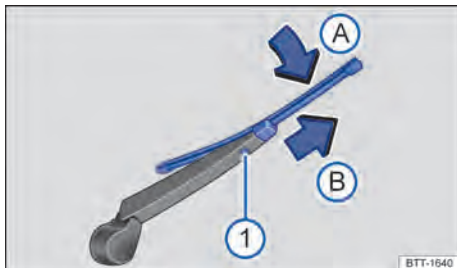

Fig. 167 Na parte traseira do veículo: substituir a palheta do limpador do vidro traseiro.
❶ botão de destravamento
3. Manter o botão de destravamento pressionado → Fig. 167 ❶.
4. Incliná-la na direção do braço dos limpadores dos vidros → Fig. 167 A e, ao mesmo tempo, retirar no sentido da seta B. Para isso, poderá ser necessário um esforço maior.
5. Introduzir a nova palheta do limpador do vidro traseiro de mesmo tamanho e versão no braço do limpador do vidro traseiro no sentido contrário da seta → Fig. 167 B, até que ela se encaixe. A palheta dos limpadores dos vidros deve estar na posição dobrada para baixo A.